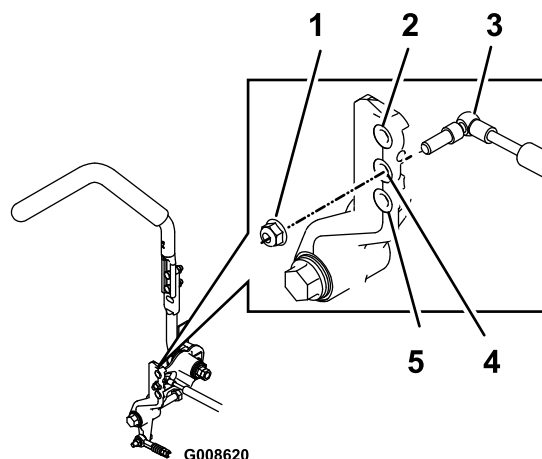

Figure 62
1. Boulon (4)
3. Retirez le contre-écrou, déplacez le boulon de fixation de l'amortisseur à la position voulue, et remettez le contre-écrou en place. Pour les options de montage, voir Figure 62.